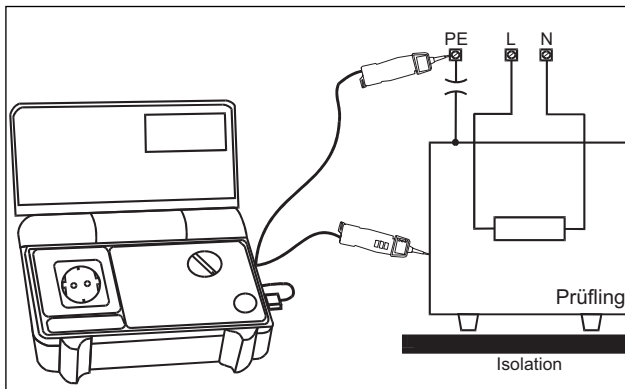

Abb.7.32
- Commander 2 mit dem Prüfling verbinden (siehe Abb. 7.32).